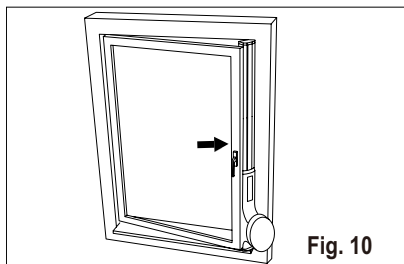

Fig. 10
2. Sæt vinduesglidersættet på vinduet. Justér længden af vinduesskydesættet efter vinduets højde (fig. 10).